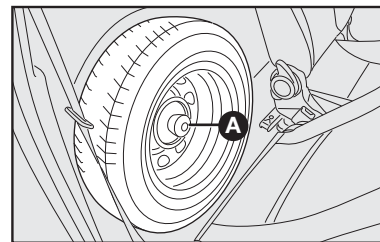

fig. 13
17) Fixar a roda com o dispositivo de bloqueio **A-fig. 13**.